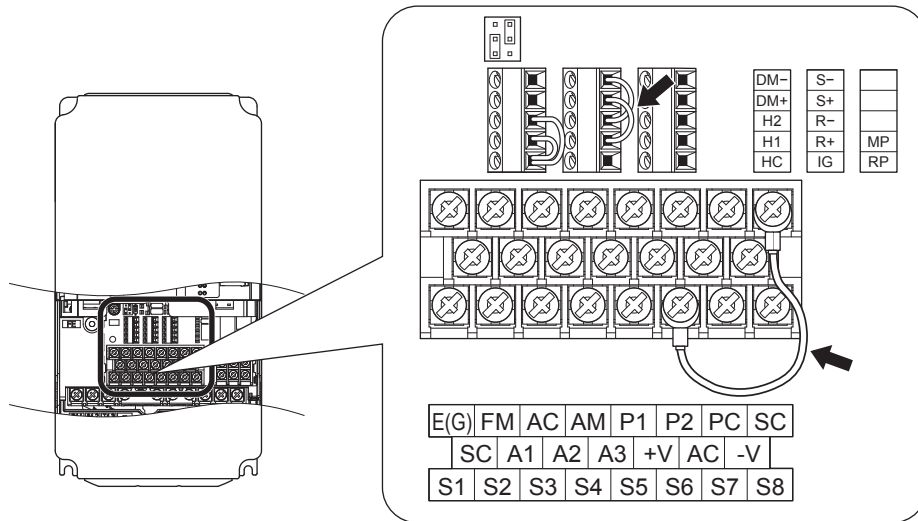

图 C. 9 执行自检时通信部端子的连接
4. 在电源 OFF 的状态下，按照图 C. 9 连接 R+ 与 S+、R- 与 S-、S6 与 SC。